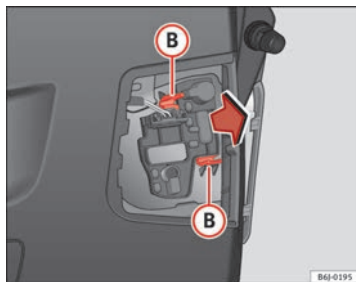

Fig. 162 Démontage de la douille d'ampoule
- Démontez la douille d'ampoule en appuyant sur les clips de fixation **B** ⇒ fig. 162 et retirez-la vers l'extérieur.